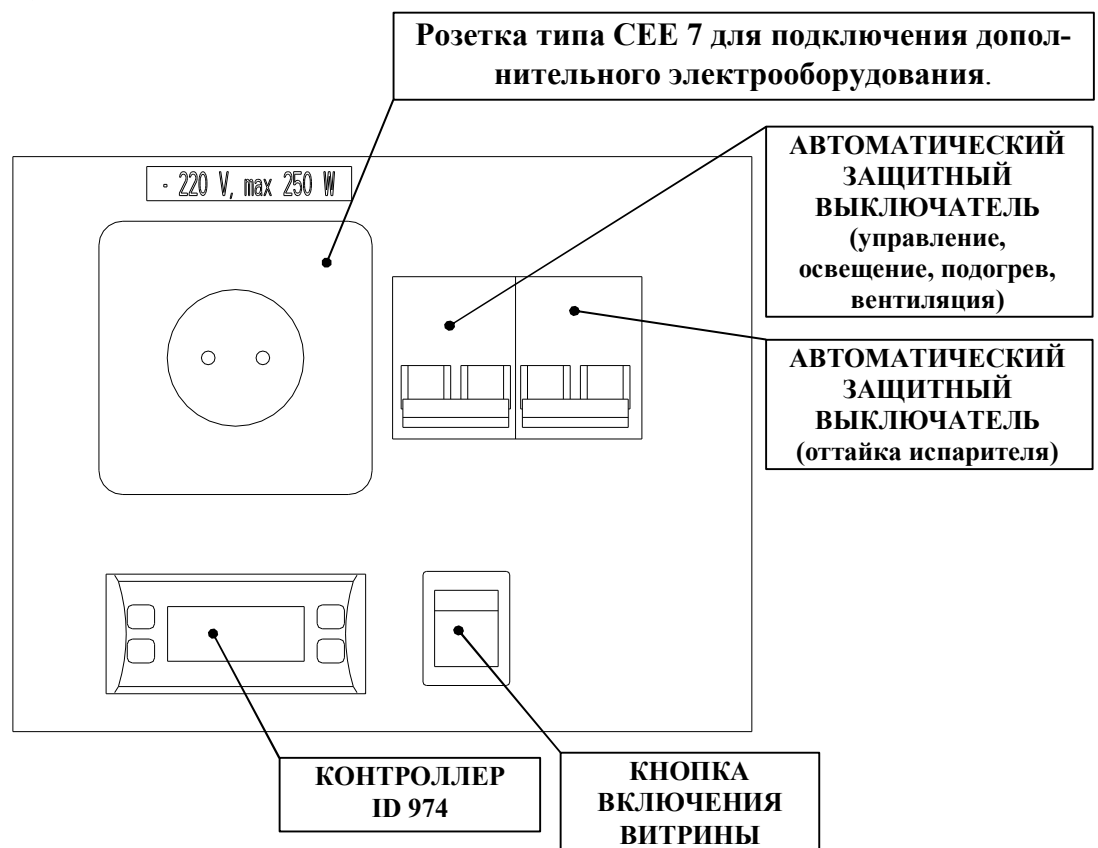

Рис. 2. Блок управления «НЕМАН 2» ВСО
- Электрическая система включает в себя блок управления, нагревательные элементы (для электрической оттайки испарителя, подогрева столешницы и стекол боковых панелей), панель вентиляторов испарителя. В блоке управления (см. рис. 2), расположенном в подставке витрины, находятся автоматический защитный выключатель, выключатель питания, электронный регулятор (контроллер) и розетка типа СЕЕ 7 (совместимая с вилками СЕЕ 7/7 "Schuko" - центрально-европейский стандарт) для подключения дополнительного электрооборудования (макс. потребляемой мощностью **не более 250 Вт**).